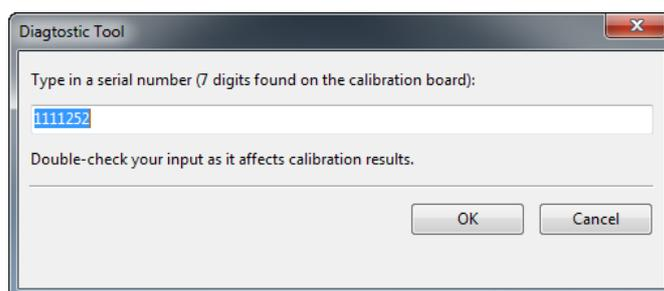
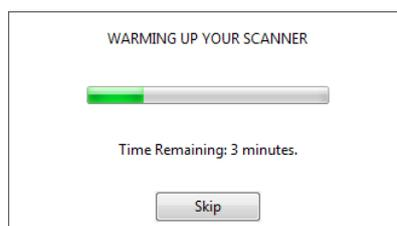

Рис. 12.9: Ввод серийного номера калибровочной доски
Рис. 12.10: Прогрев сканера
6. Нажмите *Начать калибровку*. В открывшемся диалоге (Рис. 12.9) введите номер вашего калибровочного стенда (он нанесен на доске). Если температура сканера ниже оптимальной, например, сканер только что был подключен к USB-разъему или розетке, то на экране появится сообщение (см. Рис. 12.10). Настоятельно рекомендуется не нажимать кнопку *Пропустить*, а подождать, пока Artec Spider достигнет оптимальной температуры.